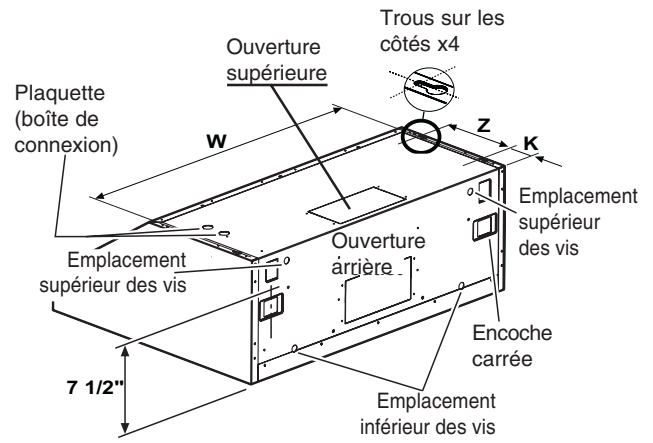

Figure 6a
- Après avoir déterminé la hauteur d'installation de la hotte, tracer une ligne horizontale à une distance de la cuisinière de **19 cm** (7 ½ «) au-dessus de la hauteur choisie, voir Figure 6a.